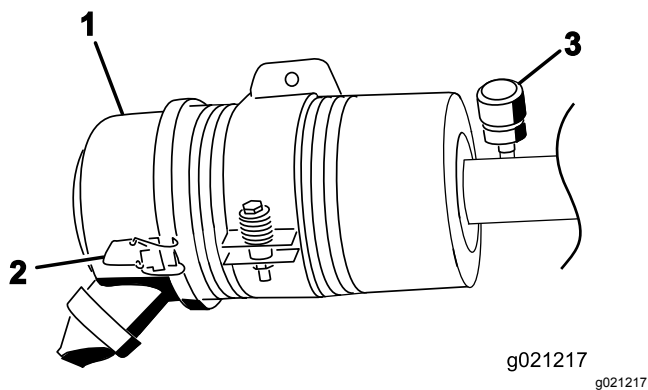

Figura 83
Effettuate la manutenzione del filtro dell'aria quando l'indicatore lo richiede (Figura 83). Sostituendo il filtro dell'aria prima del necessario si aumenta il rischio che la morchia penetri nel motore quando rimuovete il filtro.
2. Rilasciate i fermi che fissano il coperchio del filtro dell'aria al relativo corpo (Figura 83).